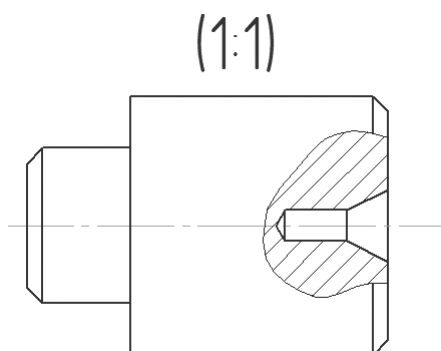

Рис. 137
4. Все вспомогательные построения выполнить на слое *Черновик*, контур детали, штриховку местного разреза — на слое *Контур* (рис. 137). Размеры на этом этапе работы не проставлять.